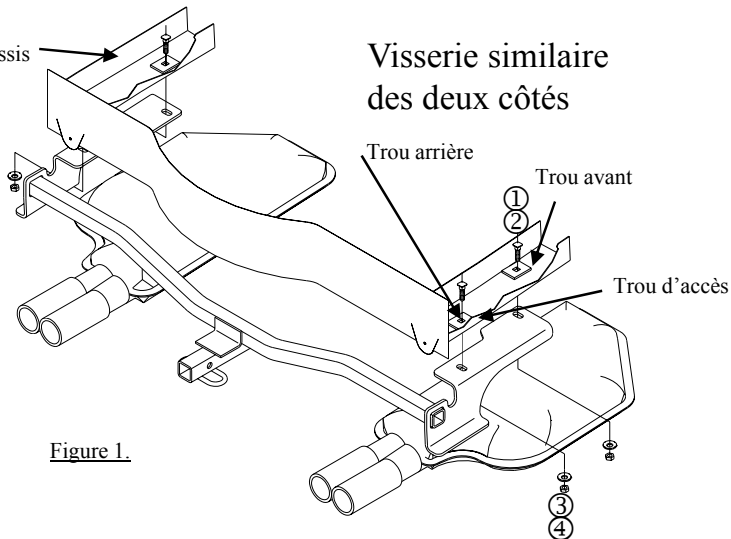

Figure 1.
4. Soulever l'attelage en position comme illustré à la figure 1. Faire passer les fils de tirage dans les arrières du support.